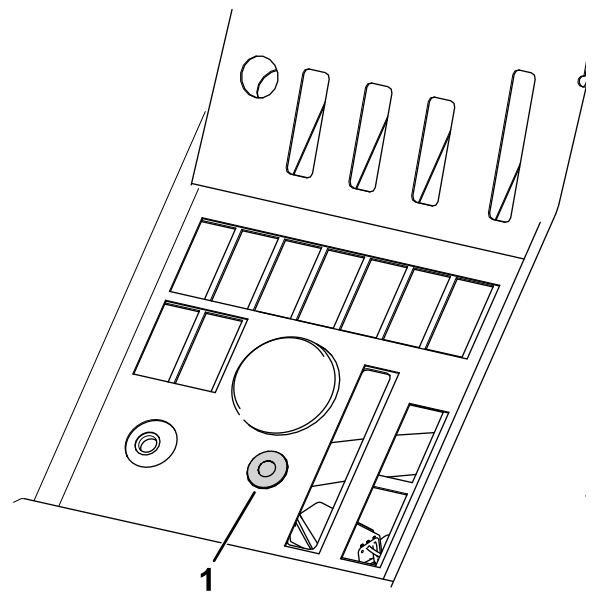

Figura 5
7. Remova os tampões e instale a luz LED no painel de controlo como se mostra na Figura 5.